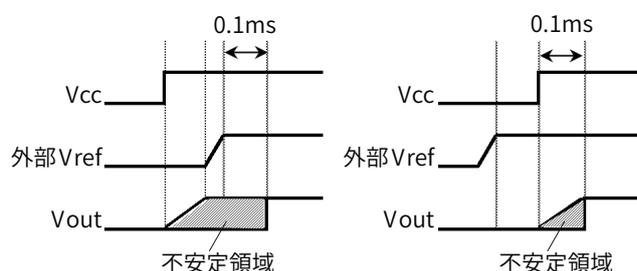

図 9. Vout出力安定時間
③ 電流センサのVccが供給されていない状態で外部からVref端子に入力してもVout出力は0Vのままです。
④ Vout出力が安定するのはVrefおよびVccが安定したのち、0.1ms後です。(図9)